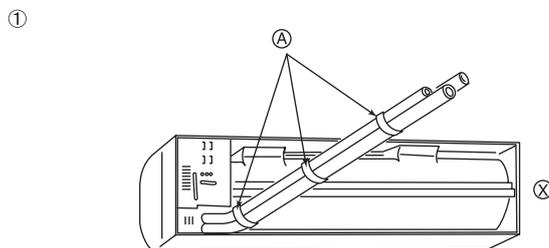

Fig. 3-4
① Maak een draad vast aan het gat.
② U kunt er eenvoudig voor zorgen dat het apparaat waterpas wordt geïnstalleerd door een gewicht aan het draad te hangen en de draad op één lijn te brengen met de markering.
① Pijpen aan de achter-, rechter- en onderkant (Fig. 3-4)